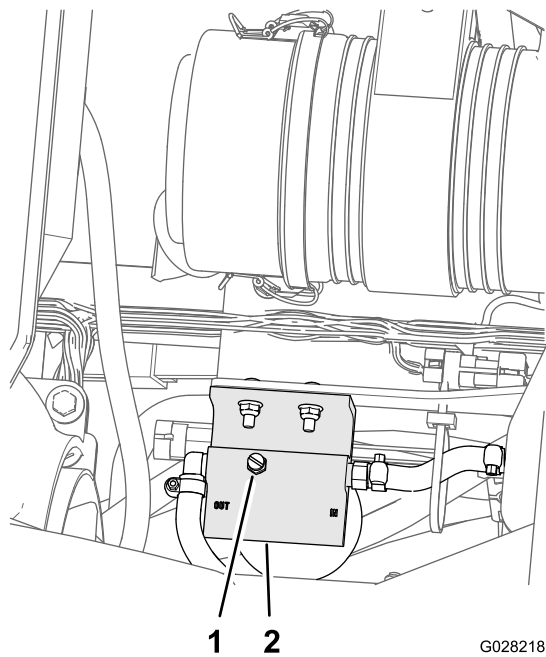

Figure 79
5. Dévissez le bouchon d'aération sur le séparateur d'eau/carburant (Figure 79).
7. Serrez le bouchon d'aération et tournez la clé dans le commutateur d'allumage en position ARRÊT (Figure 79).